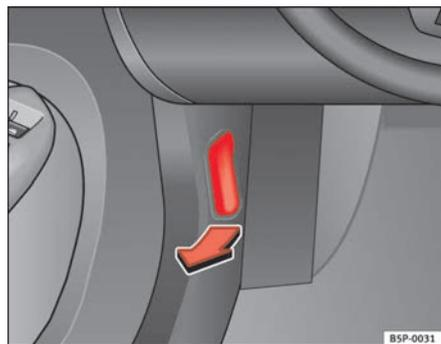

Fig. 160 Dettaglio del vano piedi sul lato del conducente: leva per l'apertura del cofano del vano motore.
- Tirare la leva situata sotto il cruscotto ⇒ fig. 160 nella direzione indicata dalla freccia. Il cofano si sblocca sotto la spinta di una molla ⇒ ⚠.